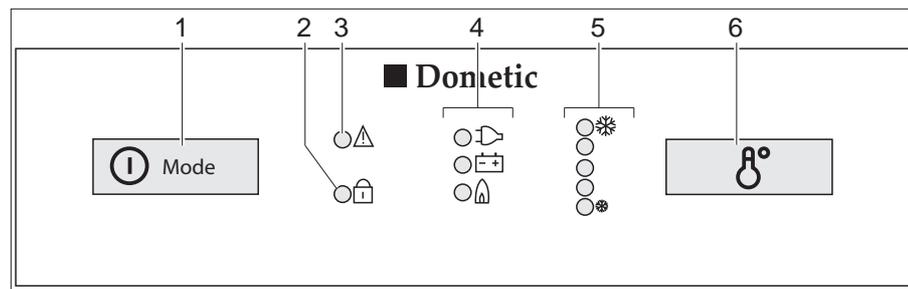

Bild 239 Bedienelemente für den Kühlschrank (Dometic 8er-Reihe mit MES)
- Den Einschalter/Energie-Wahlschalter (Bild 239,1) 2 Sekunden lang drücken, um das Gerät einzuschalten. Die LED der zuletzt gewählten Betriebsart leuchtet auf.
- Ggf. den Einschalter/Energie-Wahlschalter (Bild 239,1) mehrmals kurz drücken, bis die Betriebsanzeige Gas "🔥" aufleuchtet. Die Gaszufuhr ist geöffnet. Der Zündvorgang erfolgt automatisch. Ein tickendes Geräusch ist hörbar, bis der Zündvorgang erfolgreich abgeschlossen ist.
- Die Kühltemperatur mit dem Schalter für die Temperatureinstellung (Bild 239,6) einstellen.
- Ggf. den Einschalter/Energie-Wahlschalter (Bild 239,1) mehrmals kurz drücken, bis die Betriebsanzeige 230 V "⚡" aufleuchtet.
- Ggf. den Einschalter/Energie-Wahlschalter (Bild 239,1) mehrmals kurz drücken, bis die Betriebsanzeige 12 V "⊕" aufleuchtet.